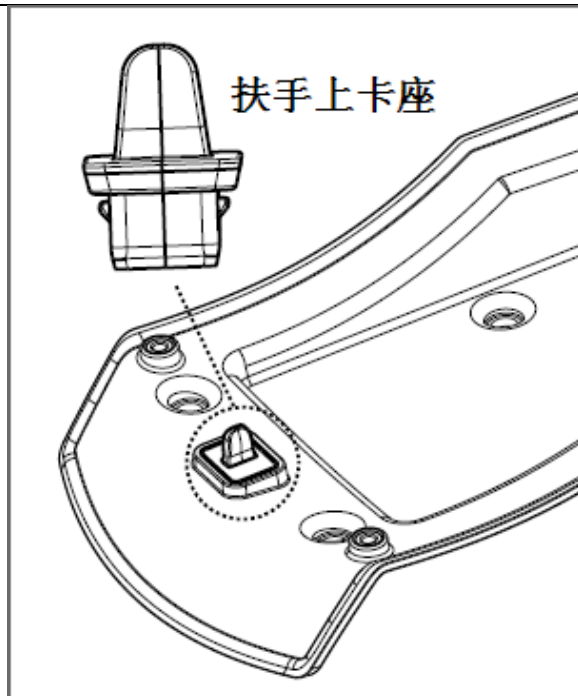

图 1.6.23 副仪表板扶手上卡座的拆卸
- (5) 从副仪表板扶手内板取出扶手上卡座,如图 1.6.23所示;